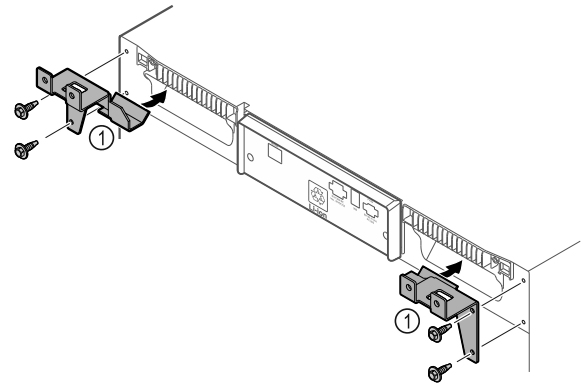

Fig. 8
- ▶ Τοποθετήστε τα στηρίγματα Fig. 8 (1) με τις βίδες στη συσκευή.